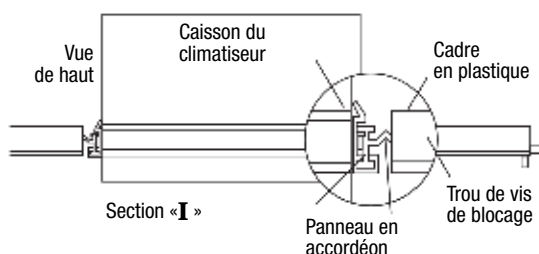

FIG. 10
3. Insérez les pieds supérieur et inférieur du cadre du panneau en accordéon dans la rainure de l'angle supérieur et du rail inférieur. (Voir Fig. 10) Faites ceci des deux côtés.